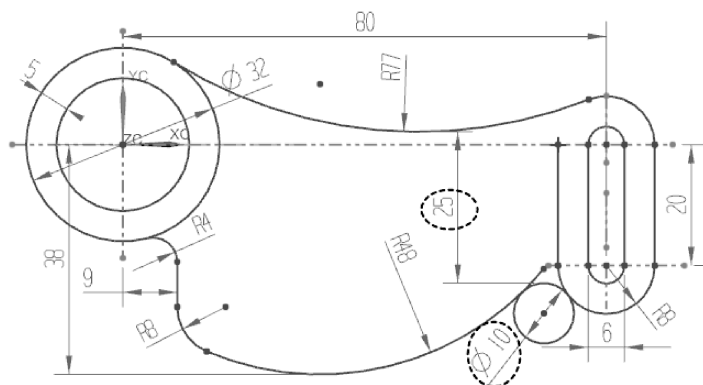

图 2-82 绘制圆并进行尺寸和几何约束
- 单击【圆】按钮, 绘制直径为 $\phi 10$ 的圆，接着设置 R77 圆弧与 $\phi 10$ 圆之间的竖直尺寸约束（尺寸 25），最后将 $\phi 10$ 圆分别与 R48 圆弧和 R8 圆弧进行相切约束，结果如图 2-82 所示。